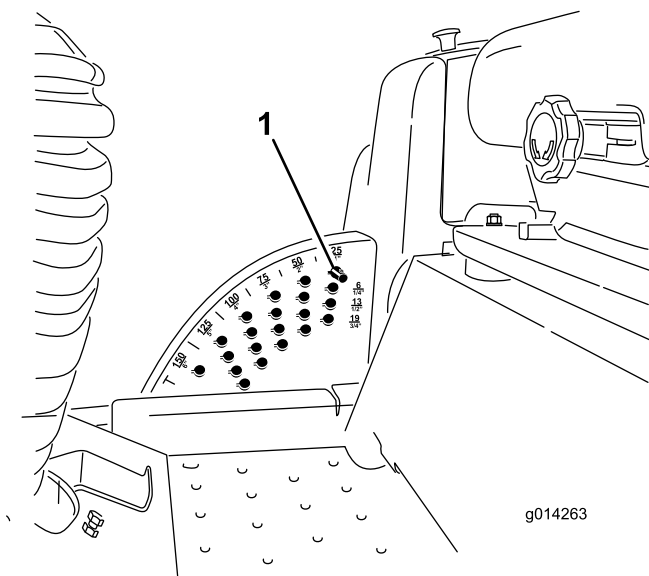

Figura 18
**Nota:** Per bloccare il piatto di taglio/l'accessorio in posizione sollevata, sollevatelo oltre la posizione di 15 cm, togliete la spina di fermo dell'altezza di taglio (vedere Regolazione dell'altezza di taglio) e inseritela nella posizione dell'altezza di taglio di 15 cm (Figura 18).
1. A motore acceso, tirate indietro l'interruttore di sollevamento del piatto di taglio fino a sollevare completamente il piatto e **rilasciate immediatamente l'interruttore** (Figura 18).
2. Per eseguire una regolazione, girate la spina di arresto fino a quando la protuberanza sulla medesima non si trova allineata con gli intagli previsti nei fori della staffa dell'altezza di taglio, quindi rimuovetela (Figura 18).
3. Nella staffa dell'altezza di taglio scegliete un foro corrispondente all'altezza di taglio richiesta, inserite la spina e bloccatela per mantenere questa posizione (Figura 18).
**Nota:** Vi sono quattro file di fori di posizionamento (Figura 18). La fila superiore fornisce l'altezza di taglio elencata sopra la spina. La seconda fila fornisce l'altezza elencata più 6 mm. La terza fila fornisce l'altezza elencata più 12 mm. La fila inferiore fornisce l'altezza elencata più 18 mm. La posizione di 15,8 cm ha un solo foro, situato nella seconda fila, che non aggiunge 6 mm alla posizione di 15,8 cm.